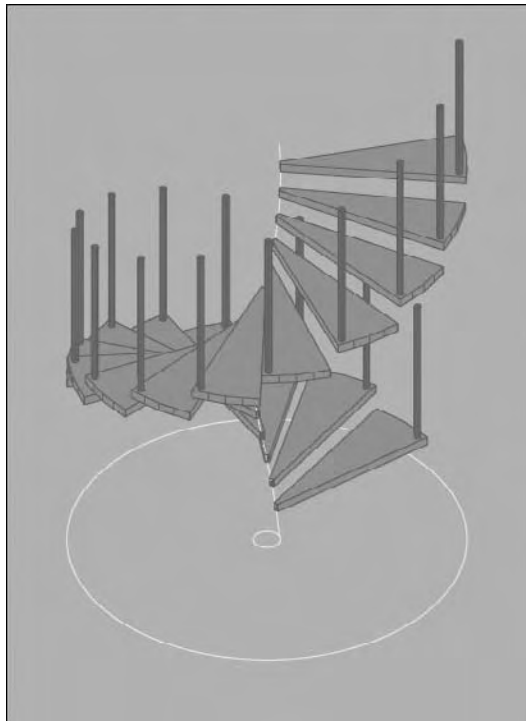

Fig.15.6
- 8 Entrez 17 comme Nombre de segments (Number of segments) (fig.15.6).